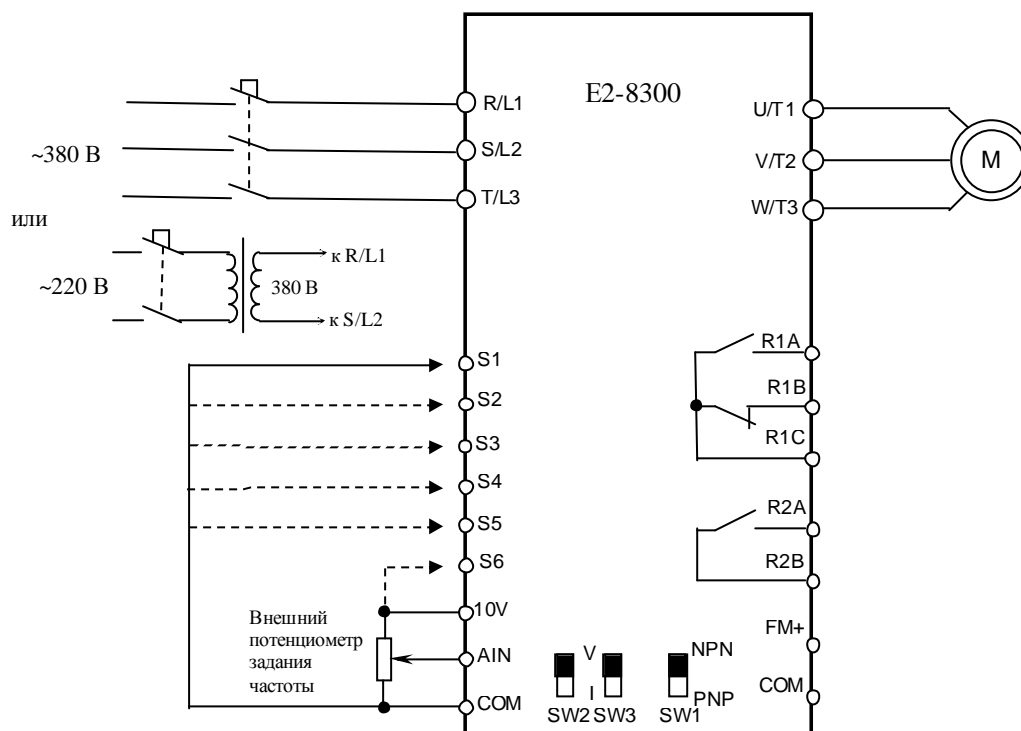

Рис. 4.16. Диагностика цепей управления E2-8300-003H (E2-8300-005H) версии 2.8 и ниже.
4.14. Подключить один из концов проволочной перемычки к клемме COM, подключить двигатель к выходным клеммам U/T1, V/T2, W/T3 согласно рис.4.16.